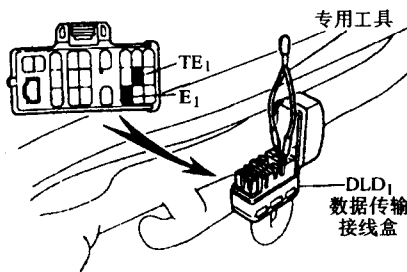

图 11 跨接线用来连接数据传输接线盒的 TE1 和 E1 接头
3) 用跨接线把数据传输接线盒的 TE1 和 E1 接头连接起来(见图 11)。对于 3E-E 发动机连接 T 和 E1 接头。